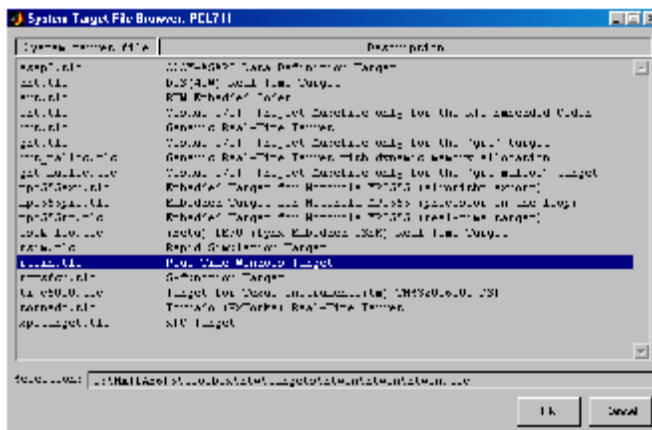

Рисунок 1.12 – Вибір Real-Time Windows Target
1.15.1.17 У вікні **Simulation parameters** виберіть вкладку **Real-Time Workshop**. Клацніть кнопку **Browse**. З'явиться вікно **System Target File Browser** (рис.1.12).